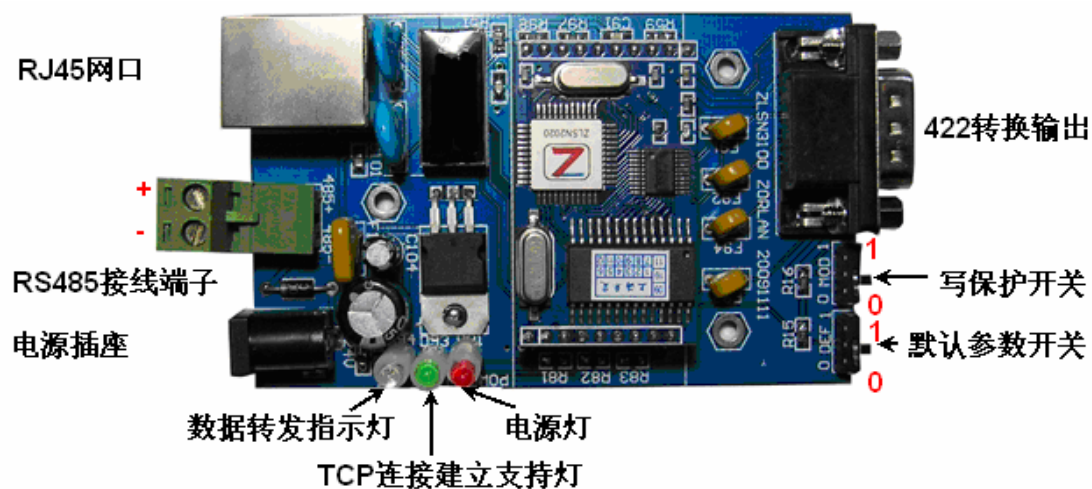
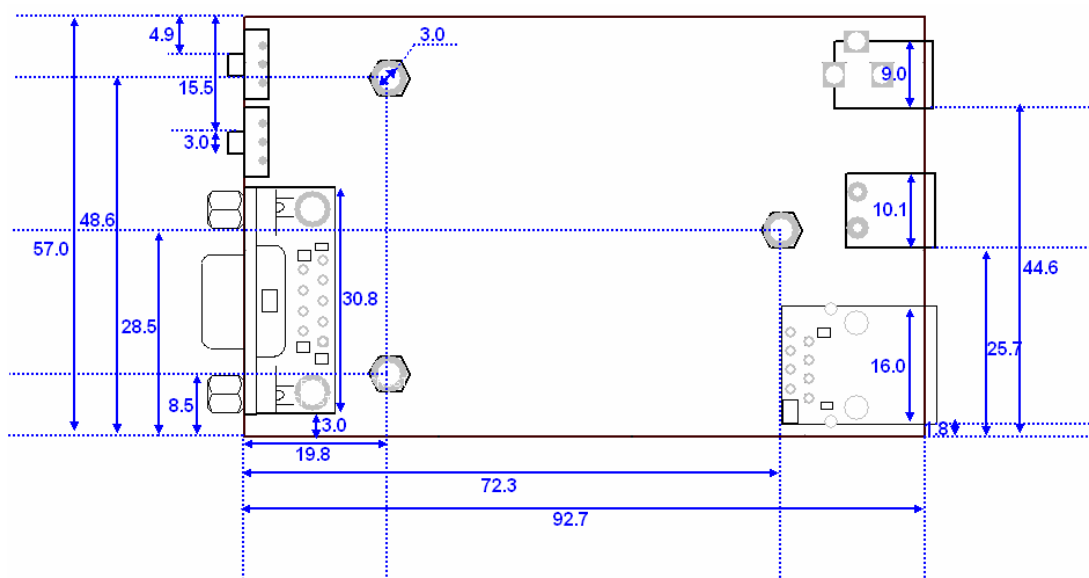

图 3 ZLSN3100 正面图
图 4 ZLSN3100 尺寸图
ZLSN3100 串口服务器的正视图如图 3 所示，尺寸图如图 4 所示。
- a) 二线接线端子：将图 3 所示的绿色端子与用户 485 正负线连接，即可使用，无需安装 DB9\_422 转接板。